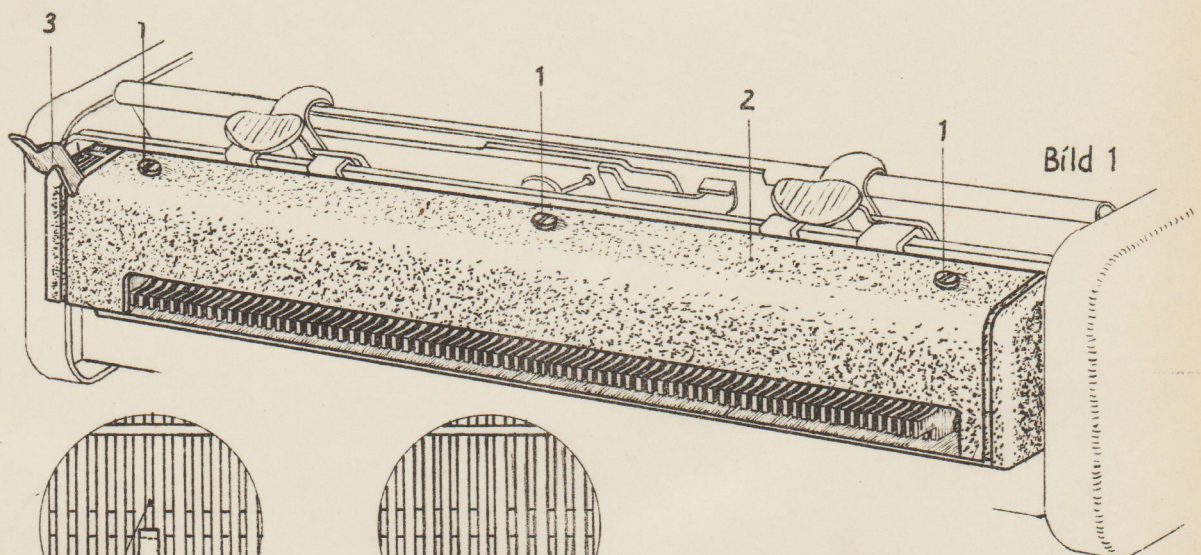

Bild 1
- 1) Schrauben 1 des Abdeckbleches 2 herausschrauben, Total-Löscherhebel 3 in Richtung Schreibwalze drücken und Abdeckblech abnehmen (s. Bild 1).
1) Abdeckblech 1 in Pfeilrichtung nach hinten abziehen (Abb. 1)
Befestigungsschrauben 1 und 3 heraus-schrauben und Abdeckblech 2 in Pfeilrichtung nach hinten abnehmen (s. Abb. 1).